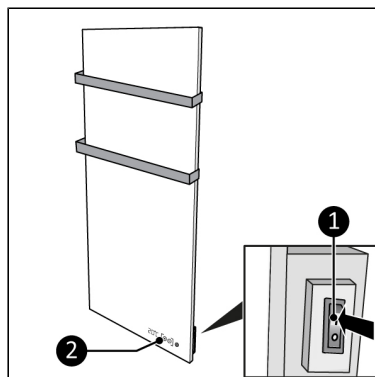

Abbildung 12.
1. Stellen Sie den EIN/AUS-Schalter auf EIN (Abbildung 12, Pos. 1).
2. Das Bedienfeld und die Anzeige (Abbildung 12, Pos. 2) leuchten auf.